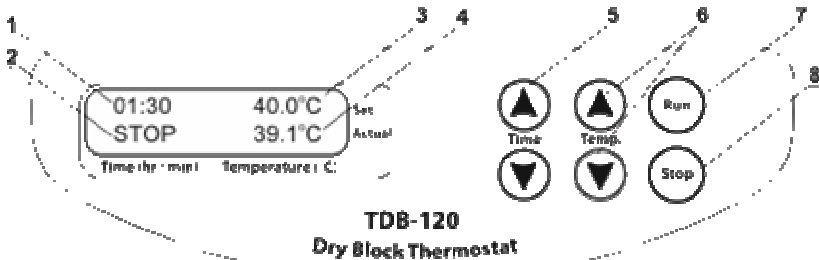

Abb. 1 Steuerung
- 4.3. **Temperatureinstellung.** Benutzen Sie die Tasten ▲ und ▼ **Temp.** (Abb. 1/6), um die gewünschte Temperatur unter Verwendung der Anzeigen der eingestellten Temperatur in der oberen Zeile des Displays einzustellen (Abb. 1/3). Wenn Sie die Taste länger als 2 Sek gedrückt halten, wird die Schrittweite erhöht.
- 4.4. Das Gerät beginnt zu heizen. Die aktuelle Temperatur wird in der unteren Zeile des Displays angezeigt (Abb. 1/4).
Benutzen Sie die Tasten ▲ und ▼**Time** (Zeit) (Abb. 1/5), um die gewünschte Zeit in Stunden und Minuten (h:min) unter Verwendung der Werte der eingestellten Zeit in der oberen Zeile des Displays einzustellen (Abb. 1/1). Wenn Sie die Taste länger als 2 Sek gedrückt halten, wird die Schrittweite erhöht.
4.7. Drücken Sie die Taste **Run** (Laufen), (Abb. 1/7), um den Timer zu starten. Die verstrichene Zeit wird in der unteren Zeile des Displays angezeigt (Abb. 1/2).
Sobald die eingestellte Zeit verstrichen ist, sendet der Timer ein akustisches Signal, und auf dem Display erscheint die blinkende STOP-Anzeige. Drücken Sie Taste **Stop** (Abb. 1/8), um das Signal auszustellen.
Das Stoppen des Timers stoppt nicht den Aufheiz- bzw. Temperatúraufrechterhaltungsvorgang. Das Aufheizen wird gestoppt, wenn Sie mithilfe der Taste ▼ **T, °C** (Abb. 1/6) die Temperatur unter 25°C reduzieren (AUS-Anzeige erscheint auf dem Display, Abb. 1/3).